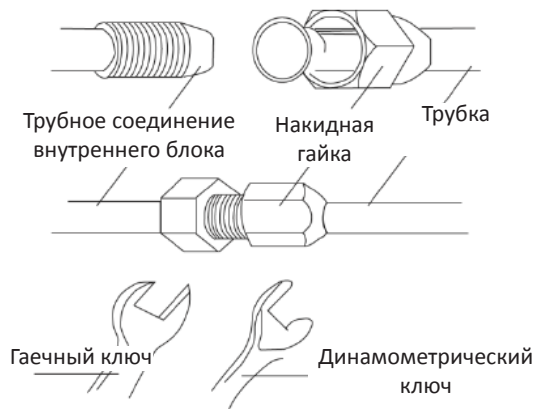

Рис. .4.2
- (1) Отцентрировать раструб медной трубки с центром конусной гайки и затем закрутить гайку рукой (см. рис. 4.2).
- (2) Закрутить накидную гайку динамометрическим ключом до щелчка.